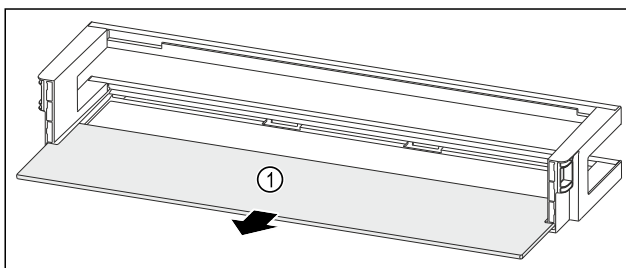

Fig. 145 Türabsteller mit Abstellfläche
- ▶ Abstellfläche Fig. 145 (1) entnehmen.